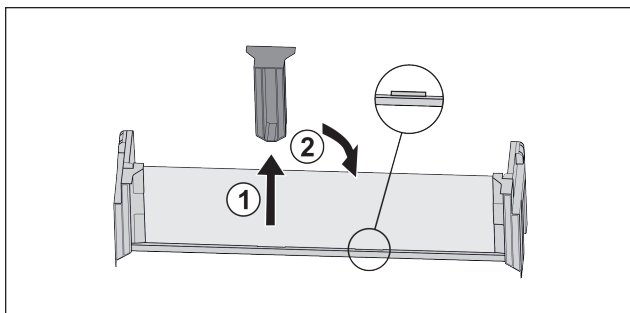

Fig. 39
- Stáhněte prostřední přídržný díl Fig. 39 (1).
- Vložte prostřední přídržný díl do druhé polohy Fig. 39 (2).